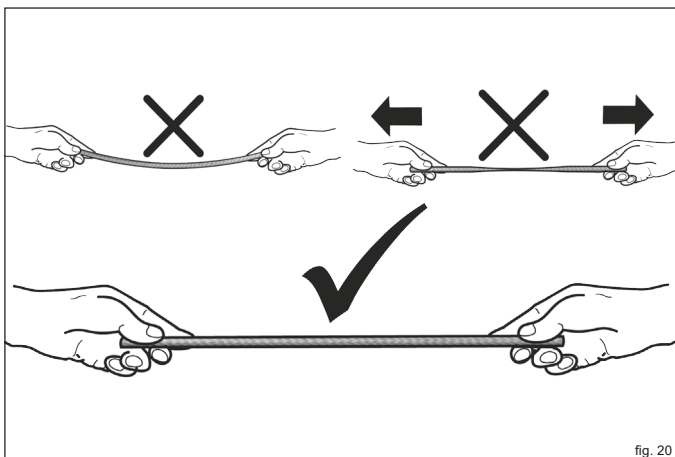

fig. 20
- ▶ **Mentre si posa la guarnizione assicurarsi che non penzoli, né sia pressata leggermente (fig. 20).**